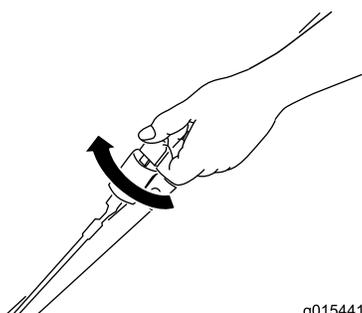
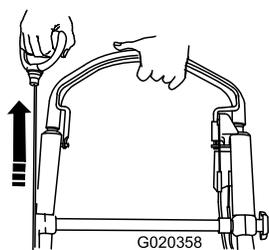

Figure 18
Figure 19
2. Tournez la clé de contact (Figure 18) ou tirez la poignée du lanceur (Figure 19).